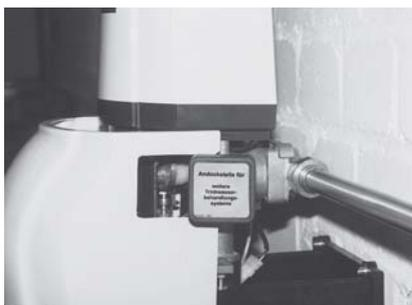

Abb. 8
- Abdeckhaube und Keile montieren, dabei auf Führung achten (Abb. 8 und Abb. 9).